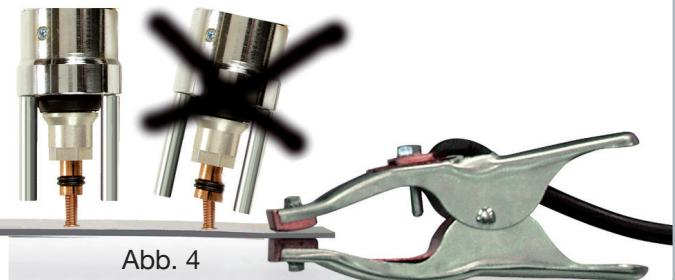

Abb. 4
- Die Schweißpistole muss vollkommen senkrecht zum Bolzen abgezogen werden, um die Spannzange nicht zu verformen (Abb. 4).